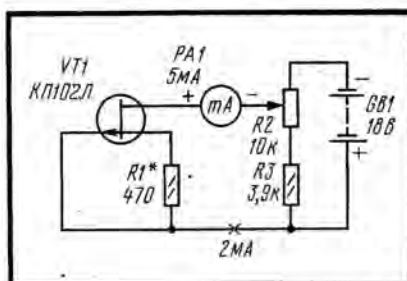

Рис. 3
**Полевой транзистор — стабилизатор тока (рис. 3).** Для проведения этого эксперимента понадобится источник постоянного тока напряжением 15...18 В (сетевой блок питания или четыре последовательно соединенные батареи 3336), переменный резистор сопротивлением 10 или 15 кОм, два постоянных резистора, миллиамперметр со шкалой на 5 мА да все тот же полевой транзистор.